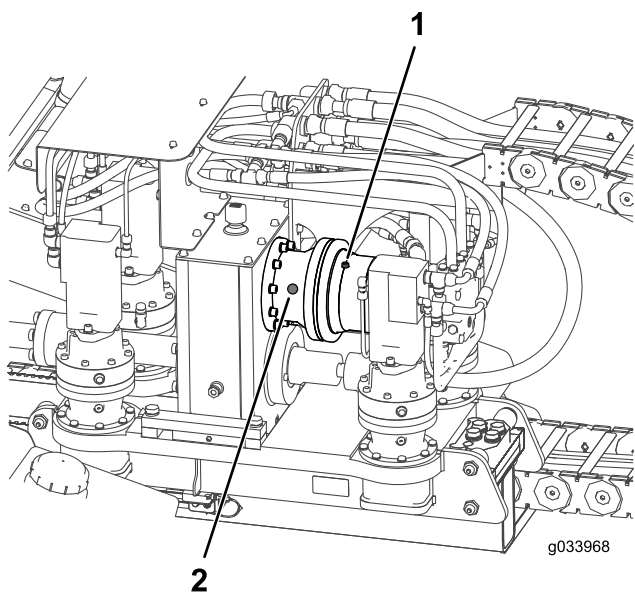

Рисунок 101
2. Проверьте уровень масла по смотровому стеклу на планетарном приводе роторного гидромотора (Рисунок 101).
3. Если уровень масла низкий, снимите контрольную пробку уровня масла (Рисунок 101).